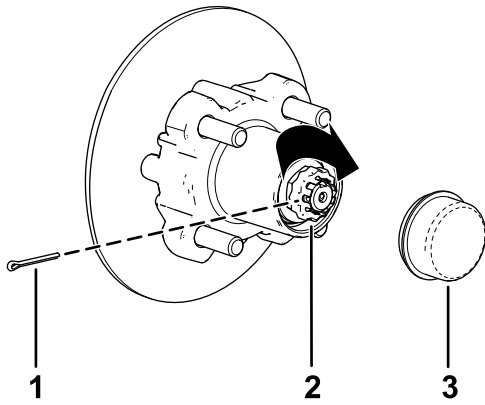

Figura 33
8. Coloque el retén sobre la tuerca y compruebe la alineación de la ranura del retenedor y el orificio de la chaveta del eje (Figura 33).
- Instale la chaveta y doble las patas alrededor del retén (Figura 33).
- Instale el tapón guardapolvo sobre el cubo (Figura 33).